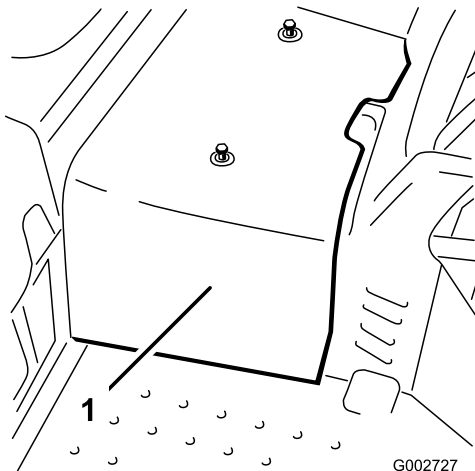

Рисунок 33
2. Ослабьте 2 винта крепления центрального кожуха к машине и снимите кожух (Рисунок 33).